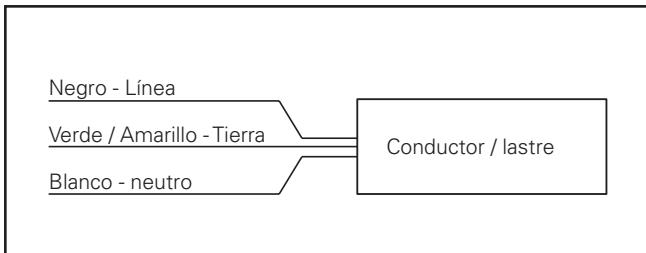

Figura 14.
- Conecte el cableado conforme al código NEC. (Figura 14)